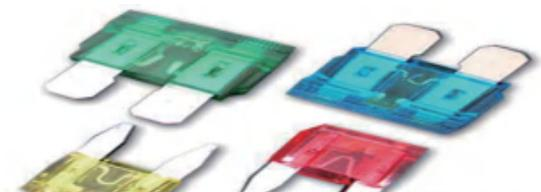

图 1.4 插片式保险丝
① 插片式保险丝
插片式保险丝可分为：超小号插片保险丝、小号汽车保险丝、中号汽车保险丝、大号汽车保险丝如图 1.4 所示。其额定电流有 1—40 安培 (A)，大号的 30—120 安培 (A)，额定电压为 32 伏特 (V)。